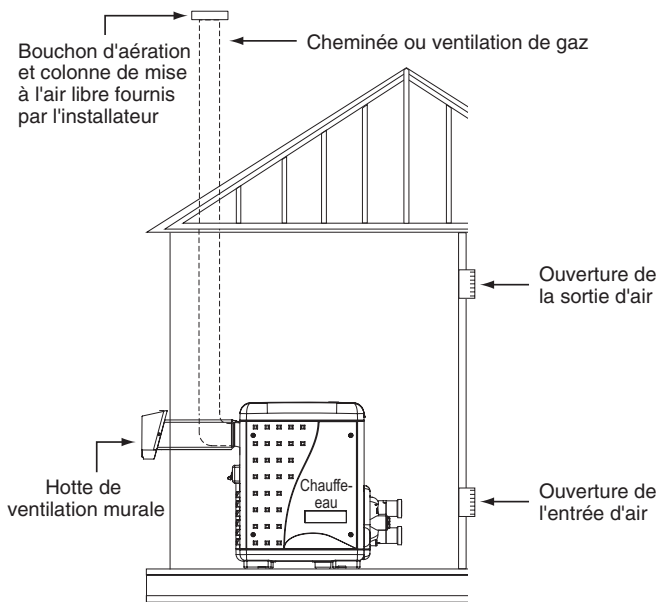

Figure 22.
VENTILATION HORIZONTALE OU VERTICALE : UTILISATION D'UN TUYAU DE VENTILATION DE GAZ À SIMPLE PAROI EN INOX (VOIR LES FIGURES 22, 23 ET 24 À LA PAGE 19)
- 6 **Terminaison d'évacuation : verticale** (Voir les figures 22, 23 et 24 pour la hauteur de la terminaison d'évacuation au-dessus du toit.) Utiliser une terminaison d'évacuation homologuée et spécifiée dans les codes locaux et nationaux, et selon les instructions du fabricant. Une terminaison d'évacuation doit être verticale.